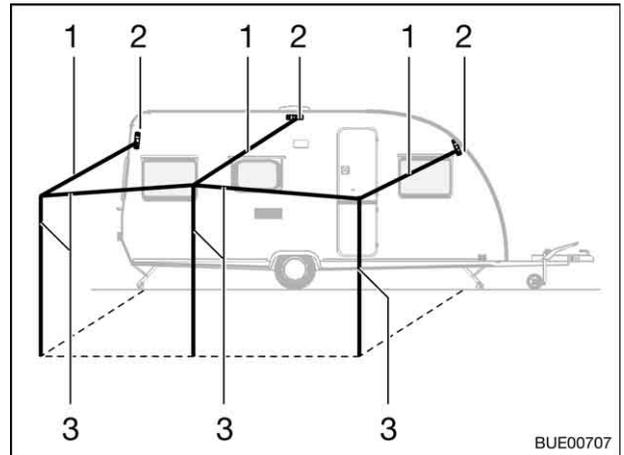

Bild 224 Vorzelt
- Dachfirststangen (Bild 224,1) mit den gebogenen Haken in die Vorzeltösen (Bild 224,2) einhängen.
- Zusatzgestänge (Bild 224,3) und Dachfirststangen zusammenmontieren.